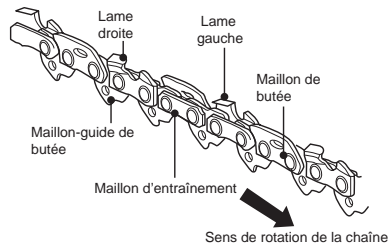

Fig. 44
2. La profondeur de coupe se définit par la différence de hauteur entre les dents et la rainure. Lors de l'affûtage de la chaîne [3], prenez note des points suivants (Fig. 44).